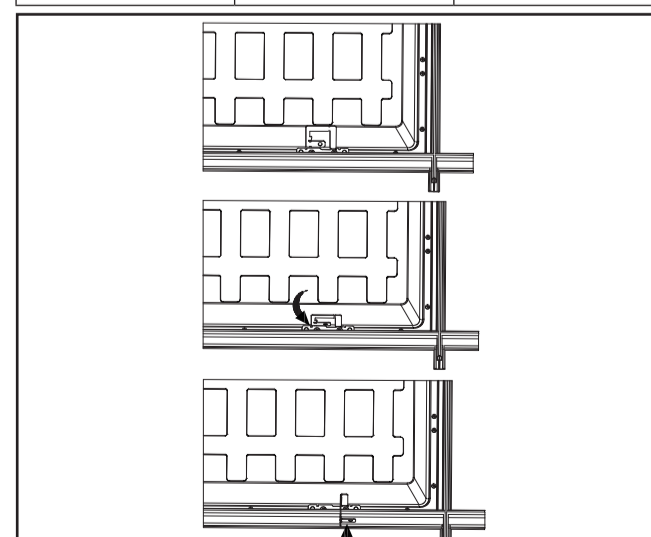

Figure 3.
- Se proporcionan clips de sujeción para fijarlo mejor al sistema de perfiles. Doble unos 90 grados las 4 lengüetas que están en la parte posterior del luminaire, de modo que queden perpendiculares a esta cara y por encima del sistema de perfiles T. Doble las lengüetas para tornillos unos 90 grados desde el clip de sujeción y luego unos 90 grados hacia el marco del sistema de perfiles. Para una fijación adicional, pase un tornillo autopercutor (proporcionado por terceros) a través de la lengüeta para tornillos hasta introducirlo en el perfil T del sistema de suspensión (Fig. 3).